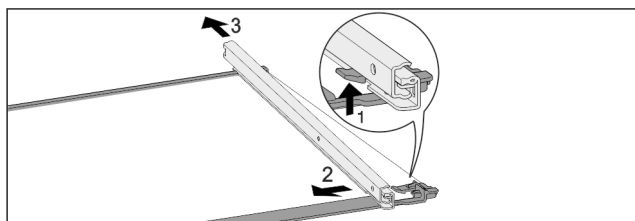

Fig. 124 Стеклопластина с направляющими
- Отожмите передний стопорный крючок вверх. Fig. 124 (1)
- Сдвиньте выдвижную направляющую в сторону Fig. 124 (2) и назад Fig. 124 (3).